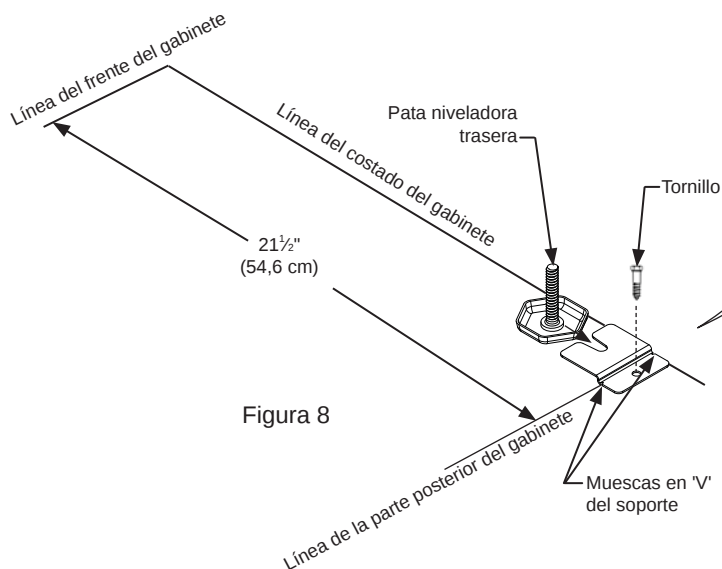

Figura 8
3) Asegúrese de que el refrigerador esté en la ubicación deseada, y luego marque en el piso la esquina trasera del gabinete en la que se va a instalar el soporte antivuelco. Si la instalación no permite la marcación de la esquina trasera del gabinete, haga líneas provisionales en el piso que marquen la esquina delantera del gabinete, excluida la gaveta. Deslice el refrigerador fuera de su posición. Desde la línea provisional, extienda la línea de la pared lateral hacia atrás 21 1/2" (54,6 cm), como se muestra en la Figura 8.
5) Sujete el soporte antivuelco al piso mediante el tornillo suministrado (vea la Figura 8).